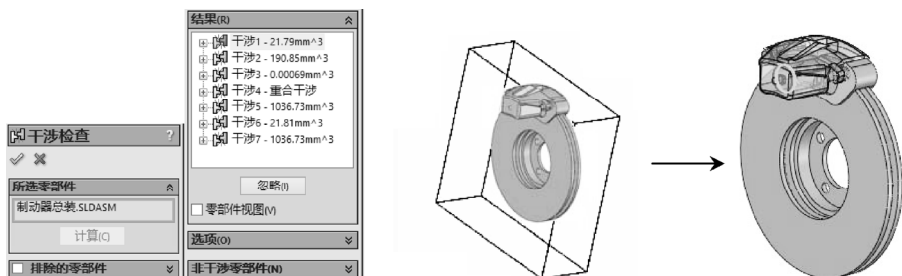

图 5-78 干涉检查操作
STEP 1 打开本文提供的素材文件“制动器总装.sldasm”,单击“装配”工具栏中的“干涉检查”按钮,系统自动选择整个装配体,单击“干涉检查”属性管理器中的“计算”按钮,系统将计算出零件重合的区域,如图 5-78 所示。